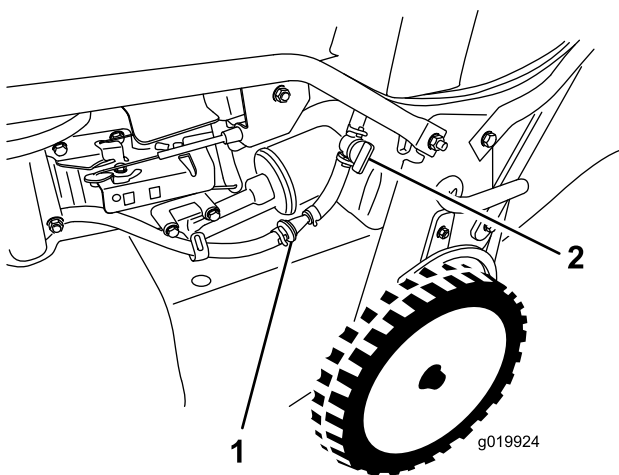

Figura 31
3. Cierre la válvula de cierre de combustible (Figura 31).